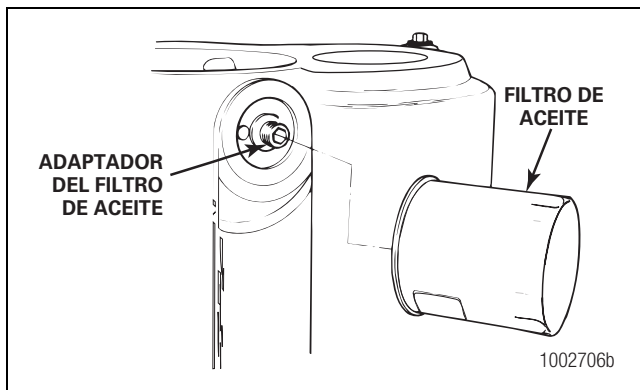

Figura 5.118
18. Si está desmontado, instale el adaptador del filtro de aceite en el portadiferencial. Use adhesivo de especificación Meritor 2297-T-4180 o equivalente. Consulte la Sección 4. Apriete el adaptador a 40-60 lbs-pie (55-80 N•m). Figura 5.118.
19. Aplique lubricante de ejes a la junta del filtro de aceite nuevo. Instale en el adaptador el filtro de aceite. Una vez que la junta del filtro haga contacto con el portadiferencial, apriete el filtro de aceite 3/4 de vuelta adicional. Si es necesario, use un cincho para filtros de aceite para apretar el filtro. Figura 5.118.